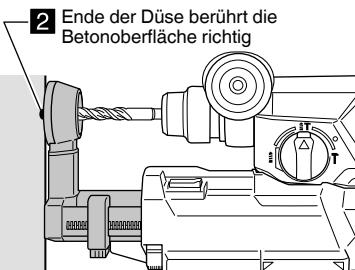

Abb. 11
- (2) Lassen Sie die Düse los und sorgen Sie dafür, dass die Betonoberfläche richtig berührt wird. (Abb. 11)